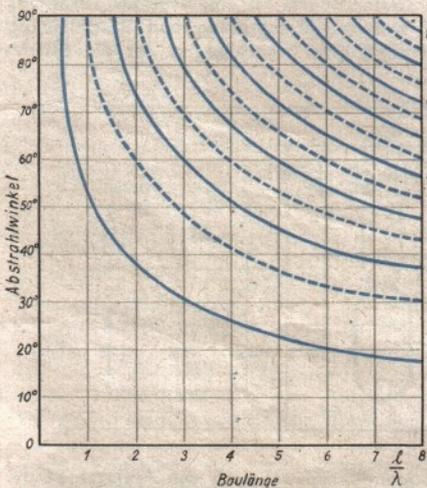
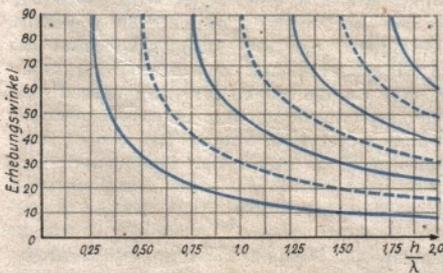
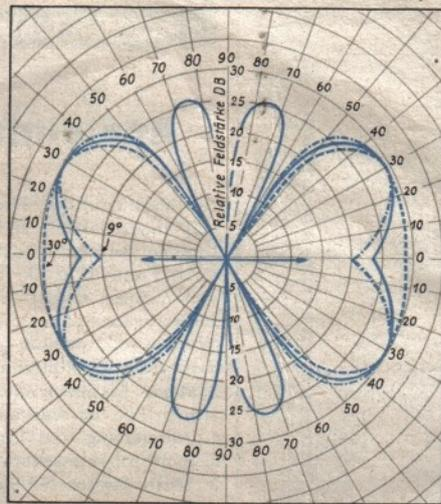

Abb. 3. Azimutale Abstrahlwinkel und Drahtlänge
Abb. 4. Erhebungswinkel und Bauhöhe
Abb. 5. Azimutale Diagramme einer 2λ -Antenne für $\beta = 9^\circ, 15^\circ$ und 30°
größert. Man bemerkt, daß das Diagrammviertel so viele ganze Zipfel enthält, als die Antenne in Vielfachen der ganzen Wellenlänge erregt wird. Mit der Ordnungszahl der Harmonischen nehmen außerdem die Amplituden der Hauptzipfel immer mehr zu, während die der Nebenzipfel entsprechend kleiner werden. Die genaue Lage der Haupt- und Nebenmaxima sowie die der Nullstellen läßt sich aus Gleichung (1) ableiten. Die Ergebnisse sind in Abb. 3 dargestellt. Man erkennt, daß die Ganzwellenantenne ($l = \lambda$) einen Hauptstrahlwinkel von 54° , die $2\text{-}\lambda$ -Antenne bereits einen solchen von 36° gegen die Drahttrichtung besitzt. Die Hauptstrahlrichtung (unterste Kurve 1 der Abb. 4) schmiegt sich also mit größer werdender Oberwelle immer mehr der Drahttrichtung an, und diese ist es, die den Funkamateure am meisten interessiert. Das räumliche Diagramm läßt sich zunächst so vorstellen, daß man Antennen in so großer Höhe und in einem dem Erdbodeneinfluß nicht mehr ausgesetzten Raum betrachtet und erhält dann das gesamte Strahlungsfeld durch Rotation der Diagramme um die Antennenachse.
beeinflusst. Die Gleichung (1). muß dann mit diesem multipliziert werden. Unter der Voraussetzung, die Erde als vollkommen leitend anzunehmen, was bis auf völlige Trockenheit auch zutrifft, nimmt der Höhen-(oder auch Erdboden-)Faktor den Ausdruck $H = \sin(2h/\lambda \sin \beta)$ an. Das Vertikaldiagramm wird also durch Interferenzwirkung infolge Reflexion am Erdboden nochmals aufgespalten, und zwar um so mehr, je höher sich die Antenne über dem Boden befindet. Der Höhenfaktor gilt für beliebig lange horizontale Antennen. Die Lage seiner Maxima und Minima ist für die amateurmäßig möglichen Bauhöhen in Abb. 4 grafisch dargestellt.
Abb. 5 möge den amplitudenmäßigen Unterschied der azimutalen Feldstärkeverteilung unter verschiedenen Höhenwinkeln β an einer $2\text{-}\lambda$ -Antenne vermitteln. Ein Vergleich der Abb. 4, 5 und 6 (s. Forts.) zeigt, daß Langdrahtantennen gegebenenfalls in der Vertikalen viel schärfer als in der azimutalen bzw. horizontalen Ebene gebündelt sein können.
Aus der Abb. 4 kann man aber noch erkennen, daß man bei den dem Funkamateure möglichen Bauhöhen mit einem kleinsten Erhebungswinkel von $\beta = 10^\circ$ zu rechnen hat und daß also die am meisten ausgenutzten Hauptzipfel des Horizontaldiagramms günstigstenfalls nur bis zu diesem niedrigen Abstrahlhöhenwinkel angehoben werden.